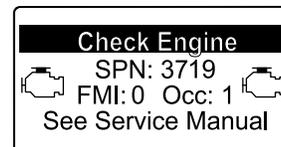

Figura 43
- Se è necessaria una rigenerazione di recupero, viene visualizzata un'avvertenza motore nell'InfoCenter SPN 3719, FMI 16 (Figura 43) e il computer riduce la potenza del motore all'85%.